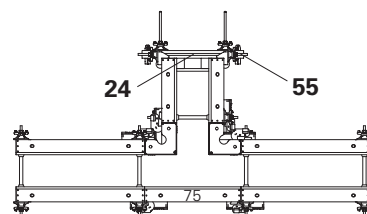

Fig. A8.02
Pour l'agencement et le nombre des Filière de compensation horizontales DAR 80 (24) et de l'Entretoise de cadre (55) : voir Coffrage d'about avec bois. (Fig. A8.02)